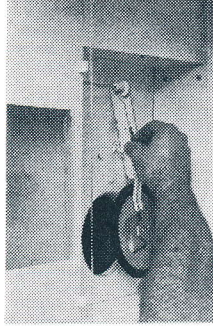

Fig. 5
2. Fatta strypdonet enl. fig. 5 och tryck det mot spiskåpens baksida.